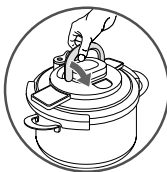

fig. 2
- Basculez l'anse d'ouverture/fermeture de la position horizontale à la position verticale (les mâchoires s'écartent) - **fig 2**.